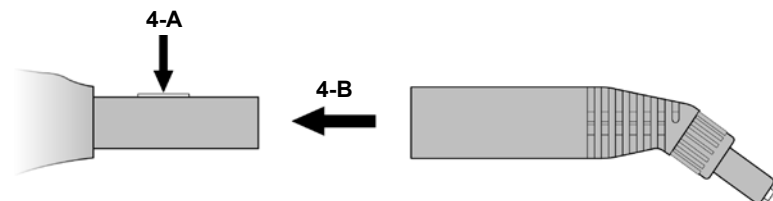

図4
2. 青いロックボタンを押しながら(図4-A)メインノズルに付属品を取り付けてください。(図4-B)カチッと音がするまで押してください。